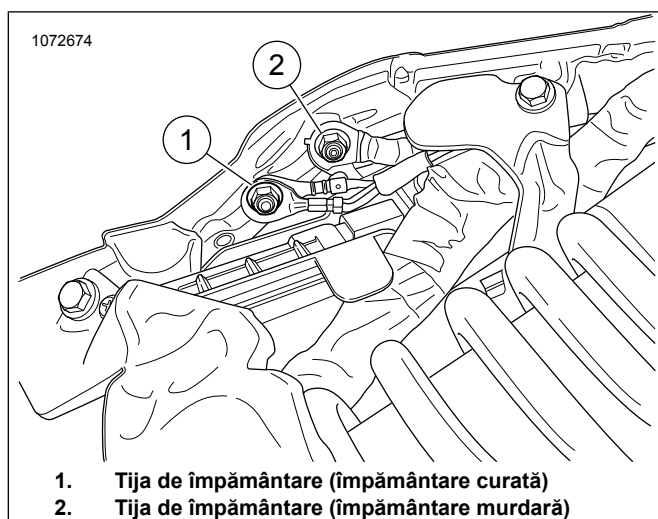

Figura 23. Împământarea cadrului
Consultați Figura 23. Direcționați și conectați cablul de împănântare ATM la tija **curată** de împănântare (1). Strângeți la: